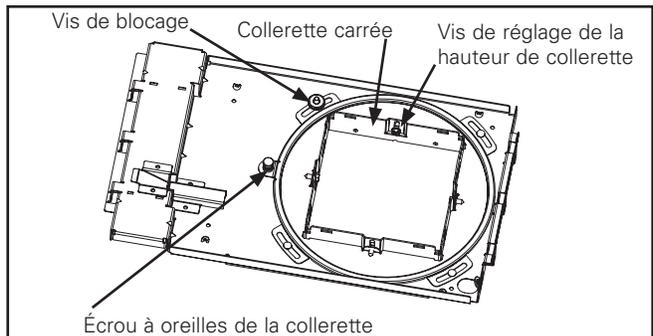

Figure 8.
hauteur et ajustez la position de la collerette avec le bord bord du plafond définitif. Lorsque le bord de la collerette arrive à 0,3 cm du bord du plafond, resserrez les vis. (Figure 8.)
- Pour changer de collerette, dévissez les vis de réglage de la hauteur (Figure 8.). Retirez la collerette en notant son orientation. Installez la nouvelle collerette en suivant la même orientation et remplacez les vis de réglage. Lorsque le bord de la collerette arrive à 0,3 cm du bord du plafond, resserrez les vis.